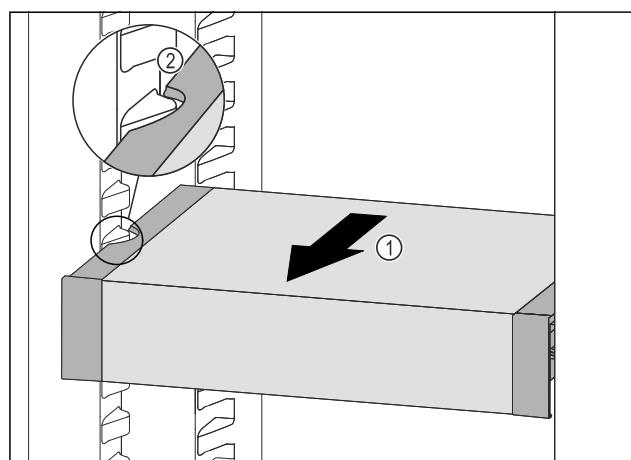

Fig. 103
- Trageți în față VarioSafe Fig. 103 (1), până când degajările laterale ale VarioSafe se află la înălțimea nervurii recipientului din frigider. Fig. 103 (2)